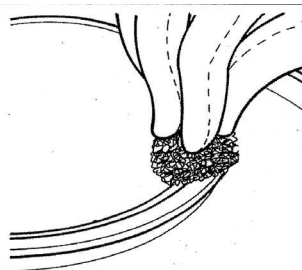

FIG. 6
- 1) Torka av filterbehållarens kant, uppe vid öppningen.- **Fig.6**